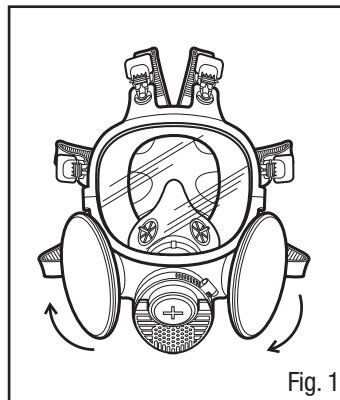

Fig. 1
2. Faire tourner le filtre dans le sens des aiguilles d'une montre jusqu'à ce qu'il soit bien inséré et qu'il ne puisse tourner davantage (Fig. 1).